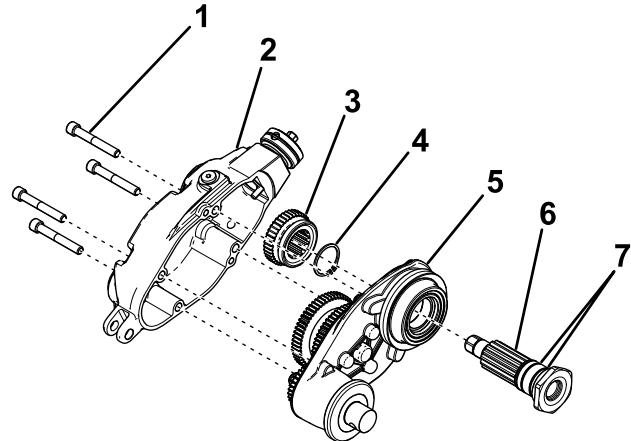

Figura 5
- Instale 2 juntas tóricas en el árbol de transmisión (Figura 5).
- Inserte el nuevo árbol de transmisión en la carcasa del groomer (Figura 5).
- Instale el anillo de retención y el engranaje motor retirados anteriormente (Figura 5).
- Sujete la cubierta del groomer a la carcasa del groomer con los 4 pernos retirados anteriormente (Figura 5) y apriételos a entre 8 y 10 N·m.